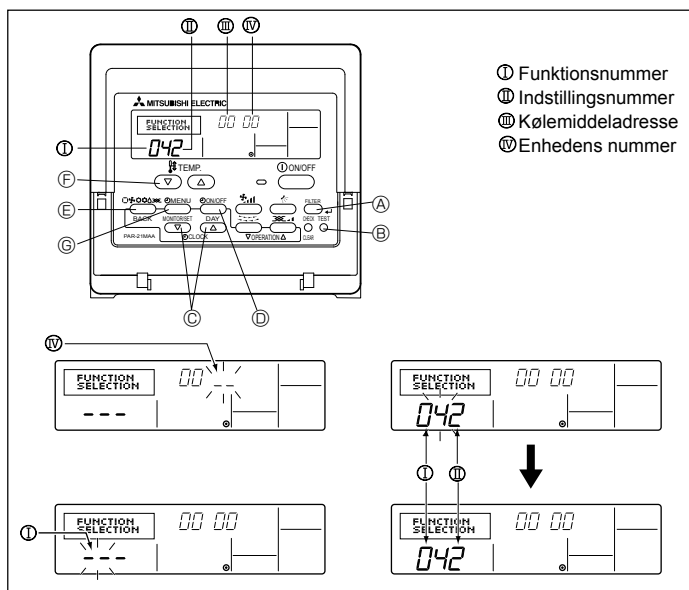

Fig. 6-9
1) Til ledningsbetjnet fjernbetjening (Fig. 6-9)